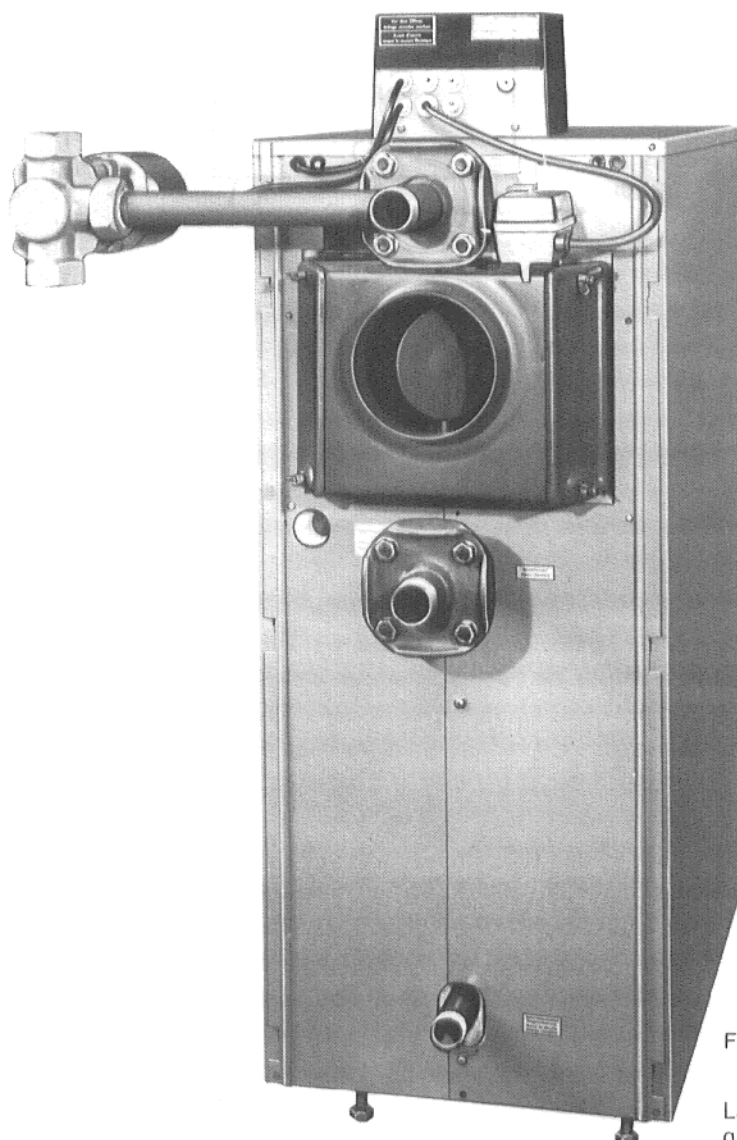

Fig. 30
- Remonter le capot du tableau de commande et visser (Fig. 30, 31).